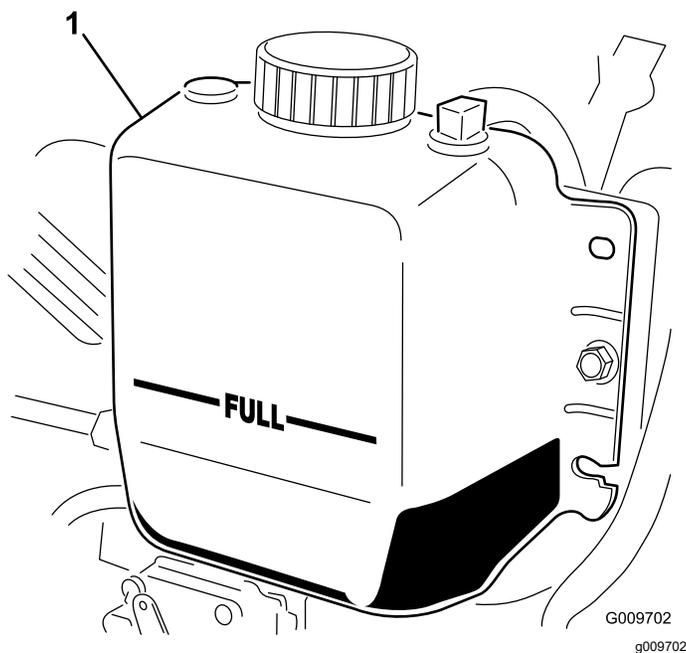

Figura 70
3. Controllate il livello del refrigerante nel radiatore. Il radiatore deve essere riempito fino alla parte superiore del collo del bocchettone ed il serbatoio di espansione fino al segno di pieno FULL (Figura 70).